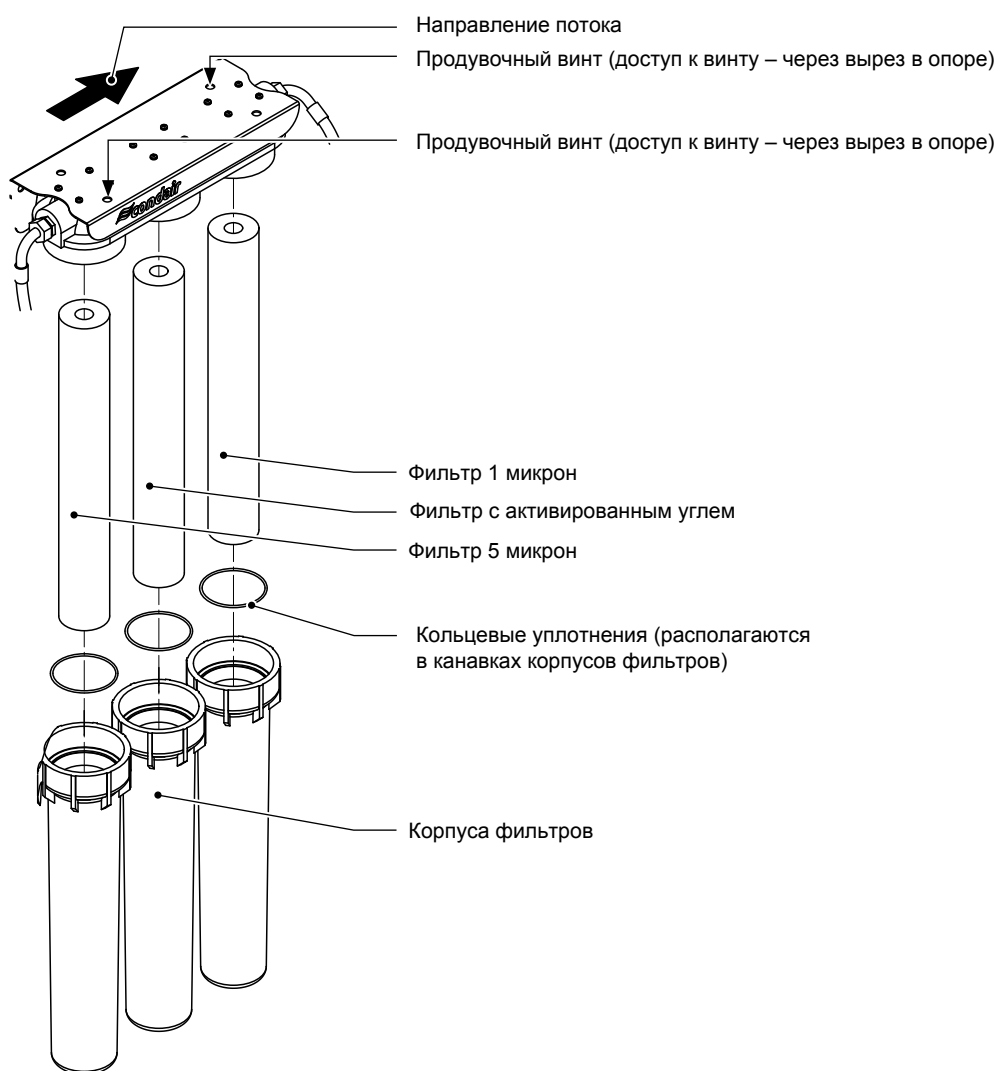

Рис. 15. Замена фильтров
8. Установить подходящий новый картридж (см. рис. 15) в корпус фильтра. Отцентрировать картридж внутри корпуса и проверить правильность установки уплотнения картриджа.